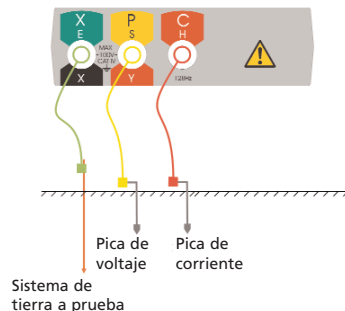

Figura 16: Conexiones para la medición de la resistencia del rod de la tierra de tres terminales
1. Con el interruptor de selección en la posición 'OFF', conecte el instrumental como indica la Figura 16.